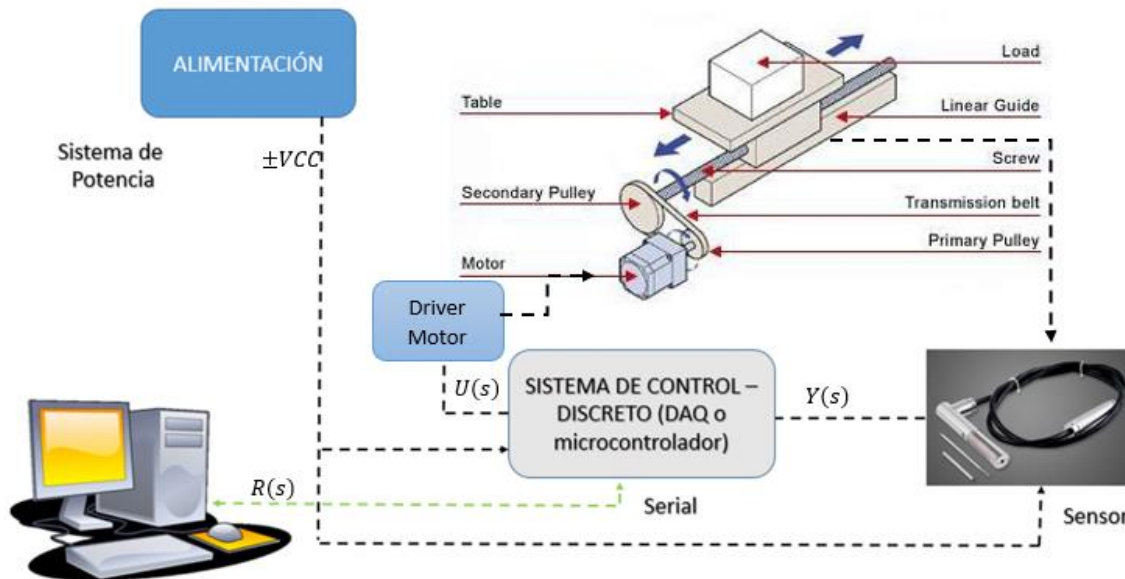

Figura 1: Esquema prototipo de control de posición de una masa con husillo de avance.
General: Diseñar y construir un sistema que asegure la posición de una masa-sistema husillo de avance (ver figura 1), mediante microcontrolador.
- Dimensionar un prototipo mecánico (ver figura 1), que tenga como actuador un motor en DC.
- Retomar el sistema diseñado en el Laboratorio 7 (Figura 1) y el controlador hallado e implementar este último en un microcontrolador. La referencia debe ser digitada desde una interfaz gráfica diseñada por el grupo de trabajo.